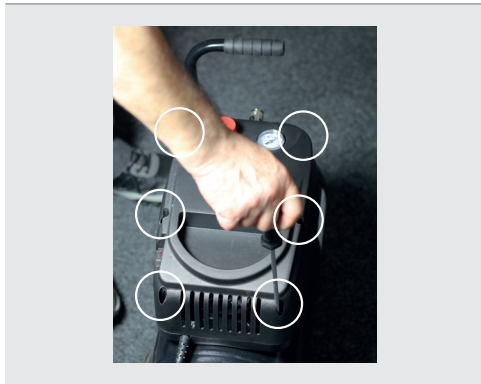

Abb. 3a: Schrauben entfernen
1. Entfernen Sie die **sechs Schrauben** der Abdeckung. (Siehe Abb. 3a)